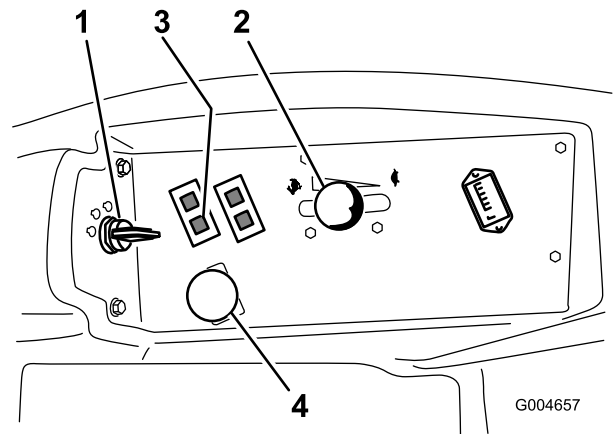

Figura 15
4. Disinserite la presa di forza (posizione Off) (Figura 15).
5. Portate la leva dell'acceleratore al centro tra le posizioni Minima e Massima (Figura 15).